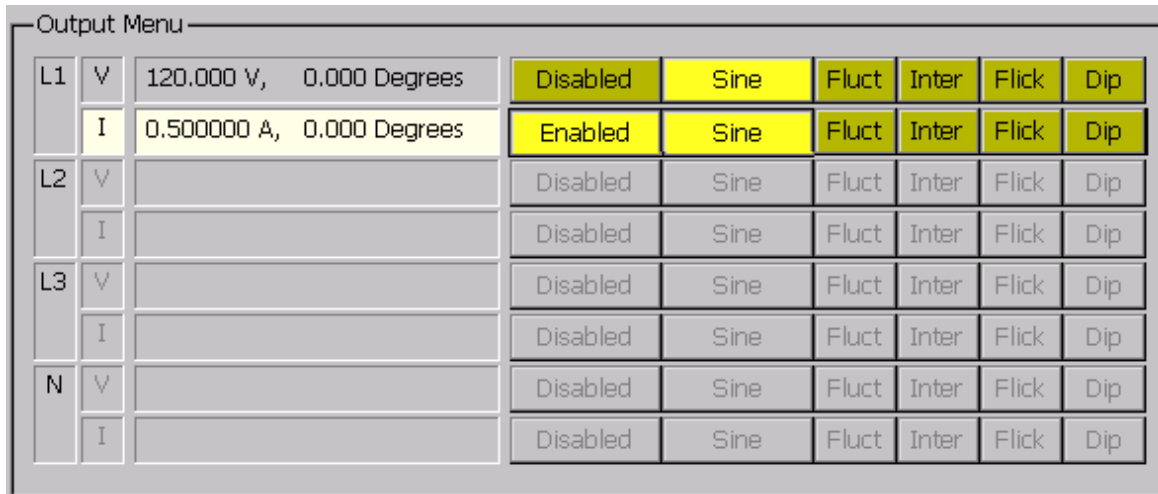

图 7. 输出菜单（选择 L1 电流）
1. 按下 **Enable/Disable** 软键，Output Menu 中的 L1 电流行显示为“Enabled”。参见图 7。